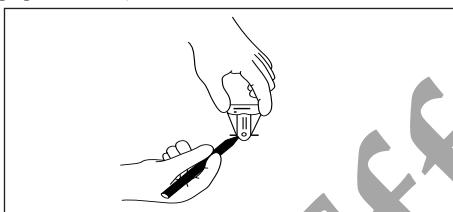

FIGURA 9
- f) Para determinar a localização exacta do MAGNA-SITE™, gire o MAGNA-FINDER™ 90° e, uma vez mais, desloque lentamente o MAGNA-FINDER™ para trás e para a frente. Quando o localizador magnético estiver novamente perpendicular, faça duas marcas adicionais, conforme mostrado na Figura 9.